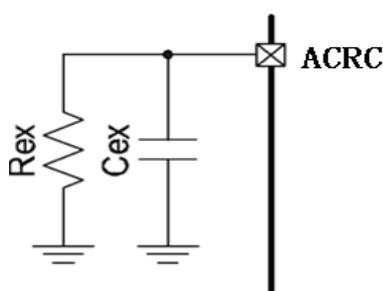

图 5. ACF 模式引脚 ACRC 的外接方式
*2:连接方式见下图5所示。
ACF模式下启动时间^{*1}和释放时间^{*2}可通过在ACRC端外接不同的电阻(R_{ex})和电容(C_{ex})值灵活地设置,连接方式见图5所示。